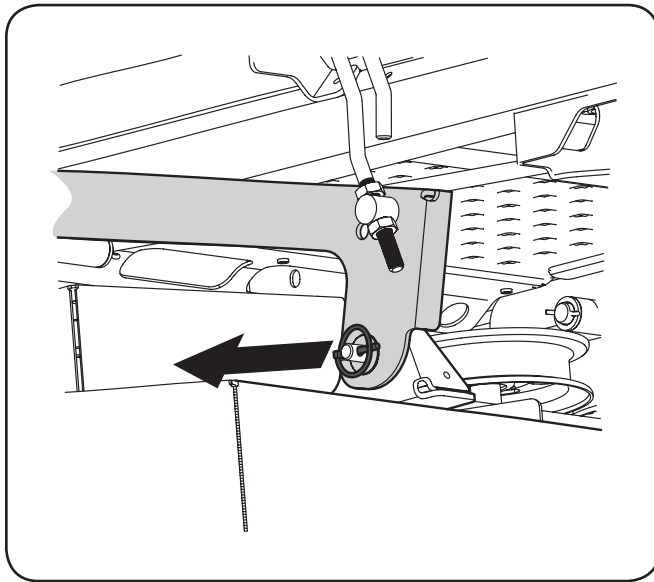

Figure 7-6
- Repérez les goupilles de déverrouillage placées sur chaque côté du plateau de coupe. Retirez les goupilles pour dégager les deux bras de relevage. Voir Figure 7-6.
- Retirez les goupilles de déverrouillage et placez le plateau de coupe de façon à aligner les trous sur les bras de relevage avec les goupilles. Voir la Figure 7-6.